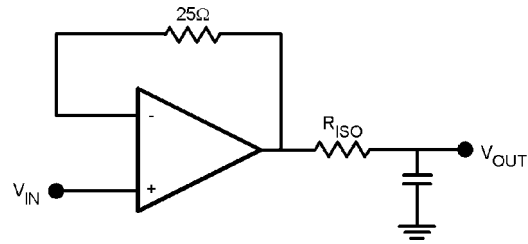

FIGURE 2.
容量性負荷はあらゆるオペアンプの位相余裕を減らします。帰還アンプの出力インピーダンスは高周波では誘導性になるため、そのとき負荷が容量性だと共振回路が 1 個形成されます。その結果、オーバーシュート、リングング、および発振が生ずることがあります。発振を抑えるかリングングを減らすには、Figure 2 に示すような分離抵抗を使用します。次式で計算される周波数より高い周波数では、アンプの負荷インピーダンスは R_{ISO} に近い値となります。
バイアス電流を相殺する必要がなければ、 $R_f || R_g$ については R_{seq} と等しくする必要はありません。この場合、ノイズを最小にするには、 $R_f || R_g$ をできる限り小さくすればよいことが式 (1) からわかります。 R_{seq} を R_b に置き換え、 R_g を $(R_g + R_s)$ に置き換えると、Figure 2 の反転増幅器についても式 (1) から同じような結果が得られます。このような置き換えをすると、非反転入力端子に関する e_{ni} が式 (1) から求められます。反転入力端子に関する e_{ni} については、非反転利得と反転利得との比率を e_{ni} に掛ければ簡単に求められます。